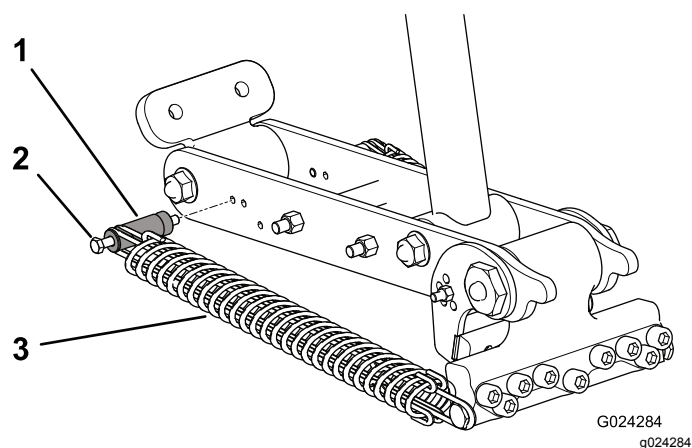
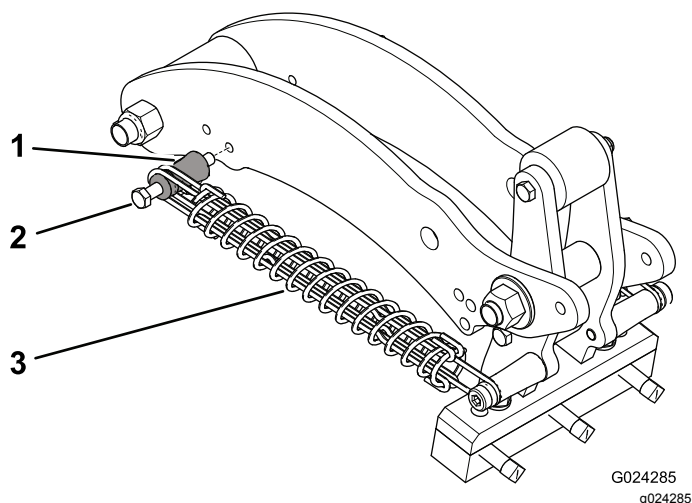

図 41
図 42
4. スプリング取り付けポストのボルトをリンクアームに固定するナットを取り外す 図 41 または 図 42。
5. 取り付けポストのボルトを外して取り付けポストをリンクアームから外し、これらをもう次の調整穴に差し込む 図 41 または 図 42。